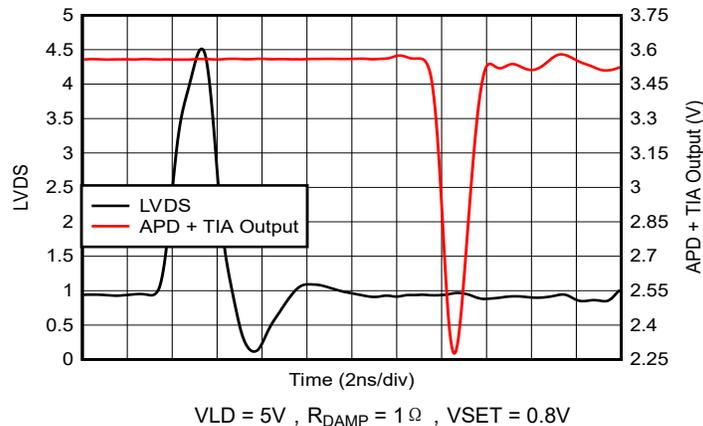

图 7-4. Tx 上的 LMH13000、Rx 上的 APD + TIA，光学响应
- 在 IOUT 和 PGND 引脚的任一侧添加两个缓冲电路（请参阅图 7-4）。